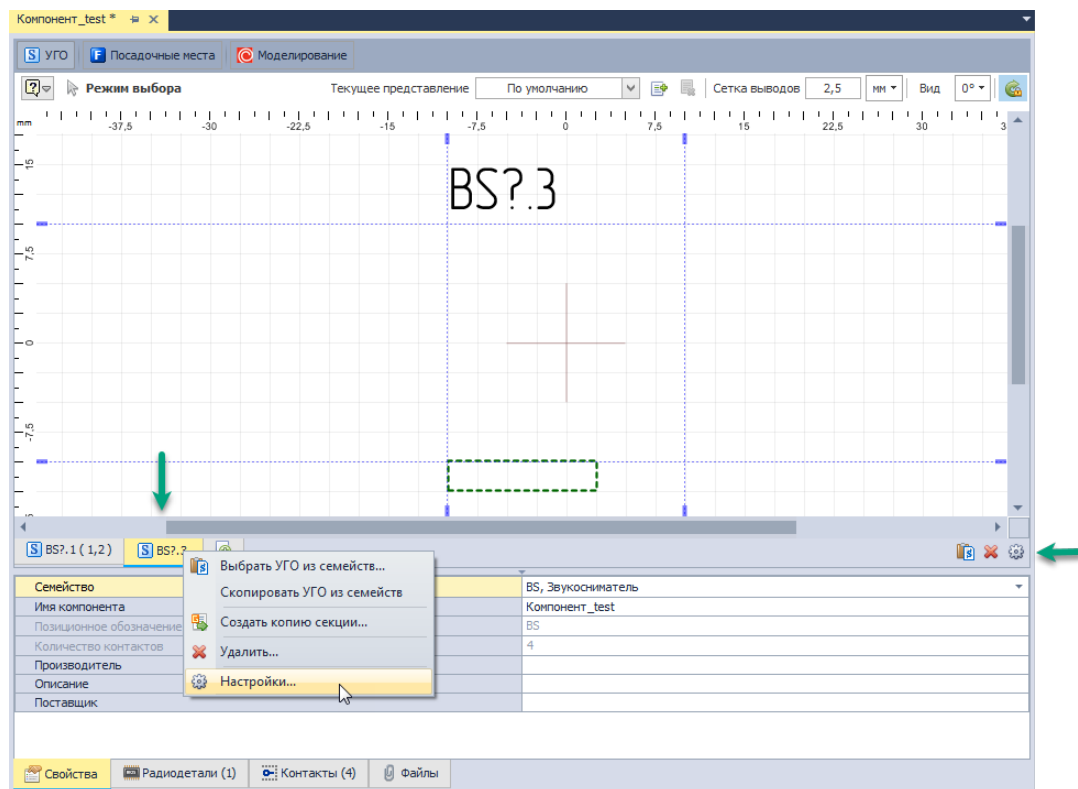

Рис. 226 Вызов настроек секций
1. Вызовите окно настроек из контекстного меню секции, либо с помощью кнопки , расположенной в правой части редактора, см. Рис. 226.